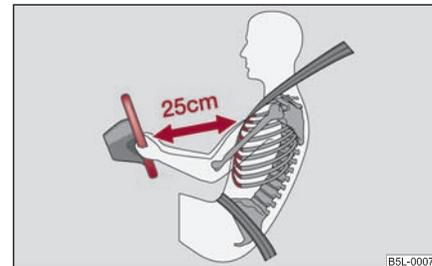

Fig. 4 La distancia correcta entre el conductor y el volante
- Ajuste el volante de tal modo, que la distancia entre el volante y el esternón sea, como mínimo, de 25 cm ⇒ fig. 4. Si no respeta la distancia mínima, el sistema de airbag no podrá protegerle - ¡Peligro de muerte!